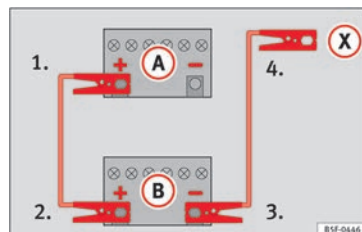

Fig. 79 Esquema de conexión para vehículos sin sistema Start Stop.
2. Emborne un extremo del cable rojo de emergencia al polo positivo (+) del vehículo con la batería descargada (A) » » » fig. 79.
3. Emborne el otro extremo del cable rojo de emergencia al polo positivo (+) del vehículo que suministra la corriente (B).
- 4a. En los vehículos sin sistema Start-Stop: emborne un extremo del cable negro de emergencia al polo negativo (-) del vehículo que suministra la corriente (B) » » » fig. 79.
- 4b. En los vehículos con sistema Start-Stop: emborne un extremo del cable negro de emergencia (X) a un terminal de masa adecuado, a una pieza de metal maciza » »